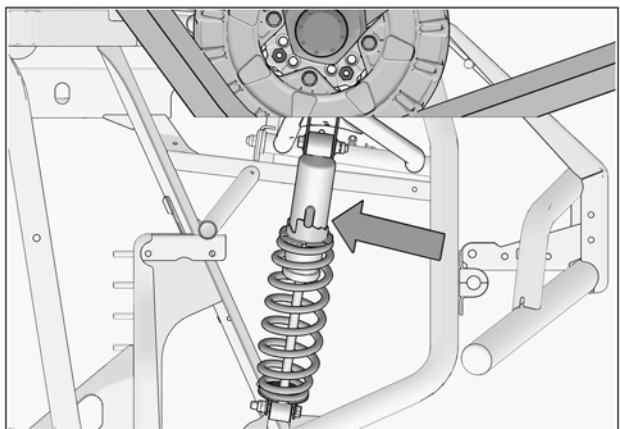

Fig. 20
1. Vérifier l'ajustement de la suspension; si les amortisseurs sont réglables, ils doivent être réglés au niveau le plus ferme pour permettre un maximum de dégagement entre les systèmes et les ailes du véhicule. Voir la Fig. 20